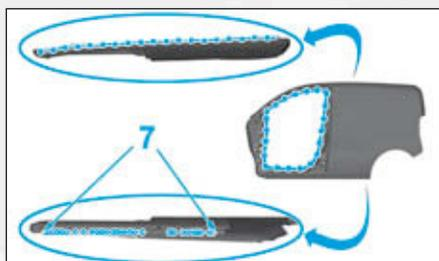

FIG. 180
• Préparer les zones d'accostage sur la pièce de rechange et la protéger par un apprêt soudable indice «C7» (Fig.180).
- 28 trous en (7) au Ø 6,5 mm pour soudage ultérieur par points bouchons MAG,